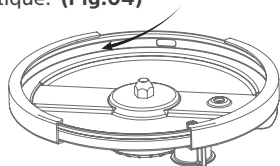

Fig.01
1. Coloque a junta no interior da tampa, certificando-se que fica bem ajustada à superfície, e que o seu relevo exterior fica bem encaixado na ranhura. **(Fig.01)**